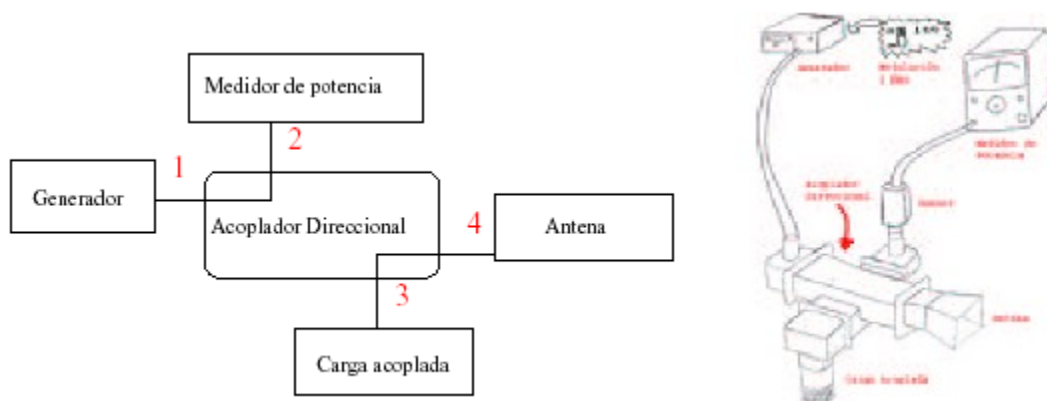

Figura 2.1: Esquema para la determinación del ROE usando acoplador direccional
2. Monte el esquema mostrado en la figura 2.1 con la potencia de salida del generador al valor mínimo.
4. Conecte la salida del Generador a la rama (1) del acoplador direccional.
5. Coloque el medidor de potencia en la rama (2) del acoplador direccional, tal que le permita medir la potencia incidente a la antena.
6. La rama (3) debe terminarse con una carga acoplada.
7. Coloque la antena bajo estudio en la rama (4).